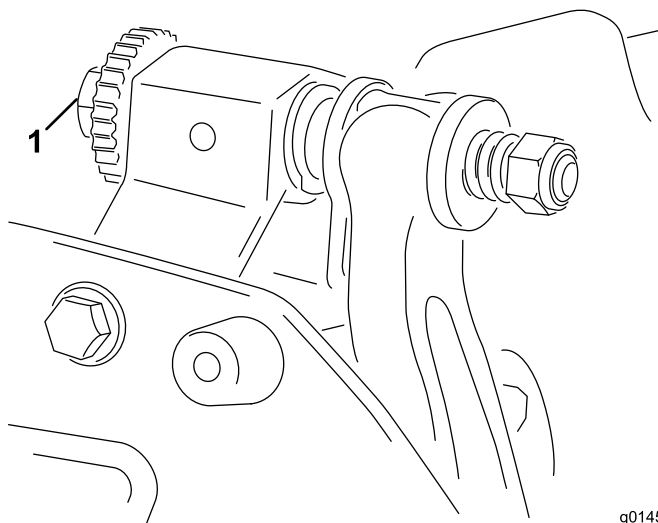

Bild 4
1. Stellen Sie die Maschine auf eine flache, ebene Arbeitsfläche. Stellen Sie sicher, dass die Spindel das Untermesser nicht berührt. Drehen Sie die Einstellschrauben des Untermesserträgers nach links (Bild 4).